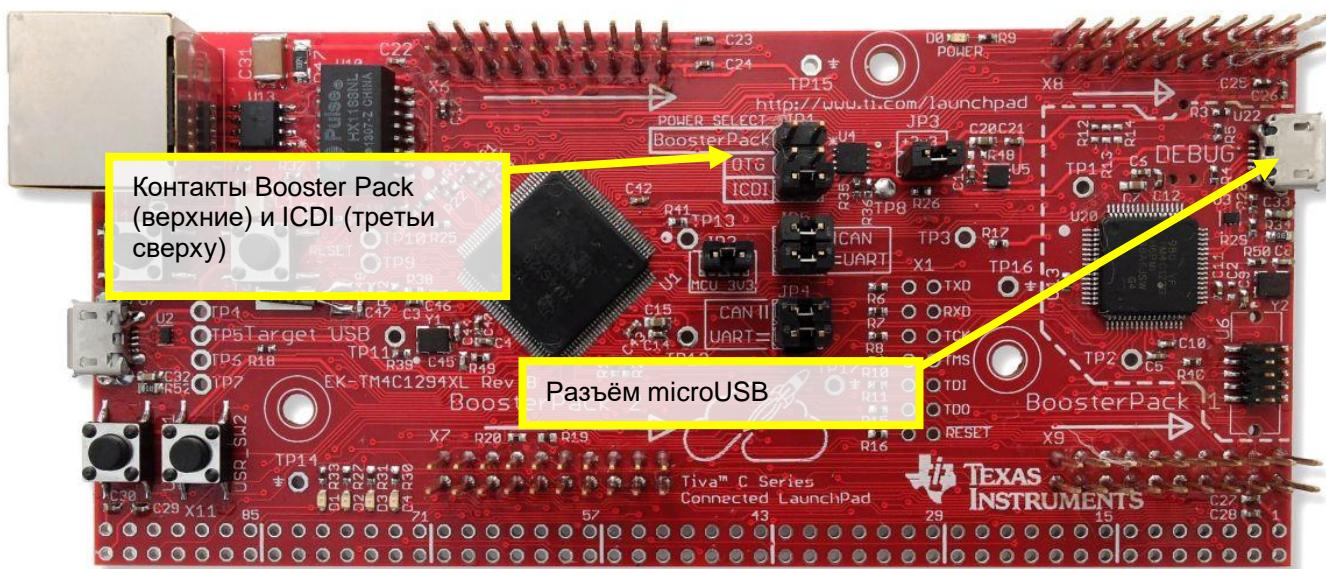

Рисунок 16 – перемещение джампера для прошивки контроллера
5. Переключите джампер Power Select из положения Booster Pack в положение ICDI (рисунок 16). Это переключит питание контроллера с клемм на разъем microUSB.